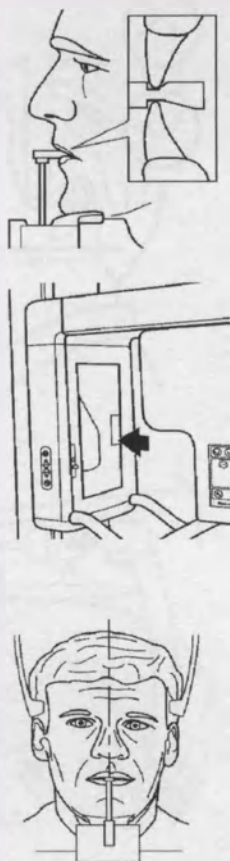

Рисунок 47
8.3.8 Попросите пациента войти в аппарат, взяться за поручни, поместить его подбородок на упор для подбородка и закусить метки в прикусном шаблоне (см. рисунок 47).